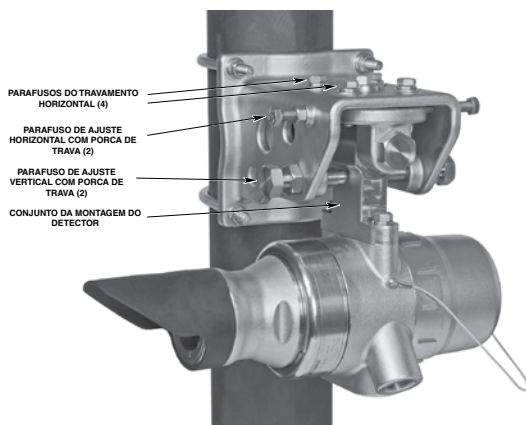

Figura 25 — Suporte de alinhamento e montagem do LS2000 (exibido o módulo receptor)
3. Solte os parafusos de ajuste horizontal e vertical no suporte de montagem e alinhamento usando uma chave de boca de 9/16" para os parafusos de alinhamento horizontal e uma de 15/16" para os de ajuste vertical. Consulte a Figura 25.